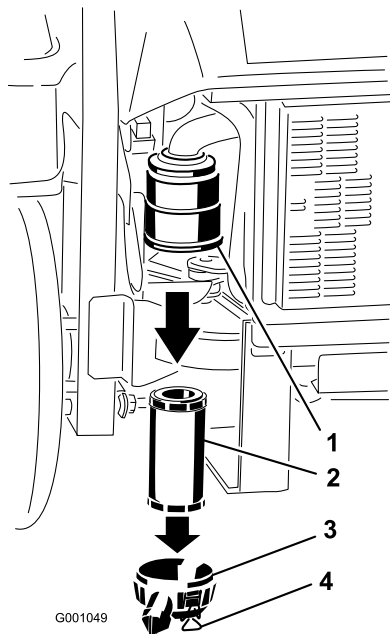

Figure 37
3. Ouvrez les verrous du filtre à air et séparez le couvercle du corps du filtre (Figure 37).
5. Sortez l'élément filtrant du corps du filtre avec précaution (Figure 37). Évitez de cogner l'élément à l'intérieur du corps.